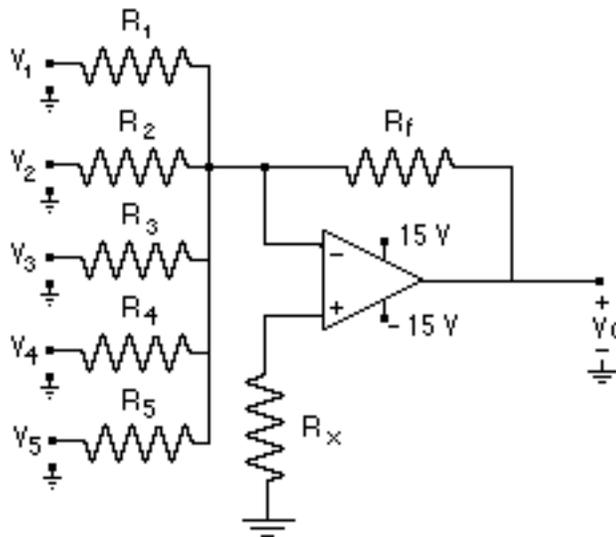

Figura 7.1.- Amplificador sumador inversor
1.- Dado el circuito de la Figura 7.1, deduzca en forma literal la expresión de la función de salida en función de todas las entradas.
2.- Indique cuál es la razón para conectar la resistencia R_x en el circuito de la Figura 7.1 y determine el valor de la misma en función de las otras resistencias del circuito.
- 3.- Monte el circuito sumador inversor de la Figura 7.1 conectando solamente una resistencia a la entrada. Asegúrese de que las fuentes de alimentación de 15V y -15V llegan a los pines correspondientes del amplificador. Conecte la entrada a 0V (tierra) y mida el voltaje de salida. Si dicho voltaje es muy pequeño, del orden de los milivoltios, el amplificador operacional está funcionando correctamente. En caso contrario, está dañado y debe cambiarlo por otro.